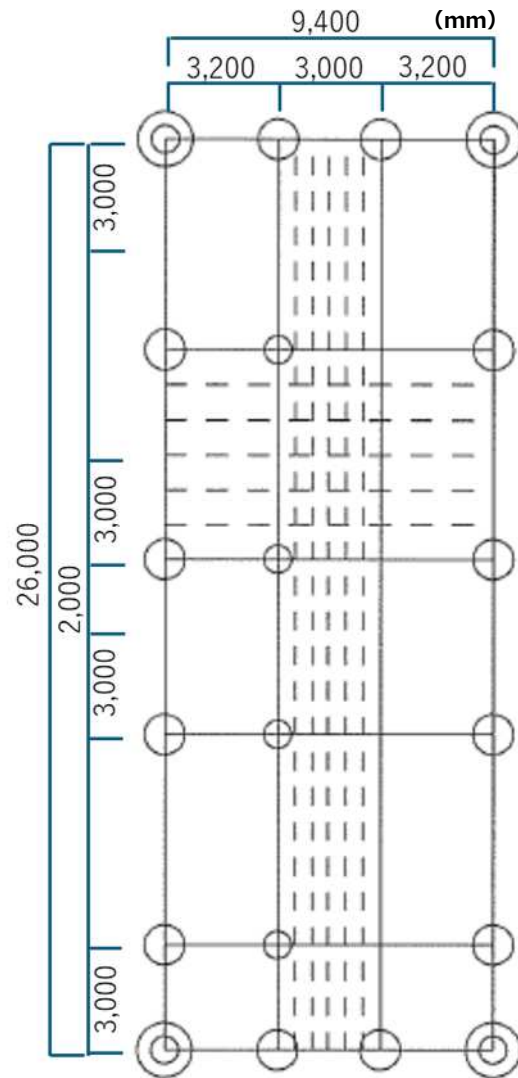

図4 C圃場防鳥網（天井面および支柱）
- ・ 棚面にスプリンクラーを図4のとおり、約1.5～4m間隔で設置する。灌水の動力は動噴とし、南側に接続口を設置する。
- ・設置に際しては、図4のとおり周囲および園内に支柱を設置し、図5のとおり下面は果樹棚の棚面周囲に固定する仕様とする。
天井面には1m間隔でワイヤーを設置し、防鳥網の支えとする（図4）。